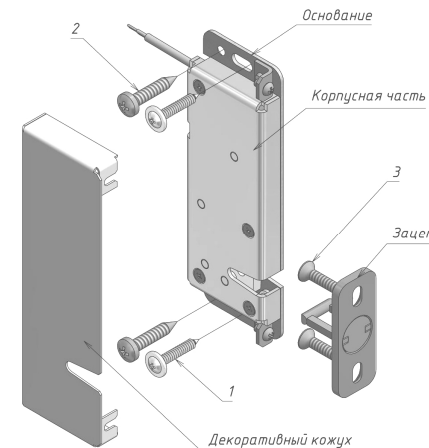

Рисунок 2 – Комплект поставки замка AL-250UZ
3.1 В основной комплект поставки (рисунок 2) входят:
- саморез-шуруп 4,2x25 с прессшайбой (1) - 2 шт.
- саморез-шуруп 4,2x25 п/к (2) - 2 шт.
- саморез-шуруп 4,2x25 потай. (3) - 2 шт.
Замок состоит из корпусной части и зацепа (рисунок 2). Корпусная часть крепится к дверной коробке, зацеп – к двери.